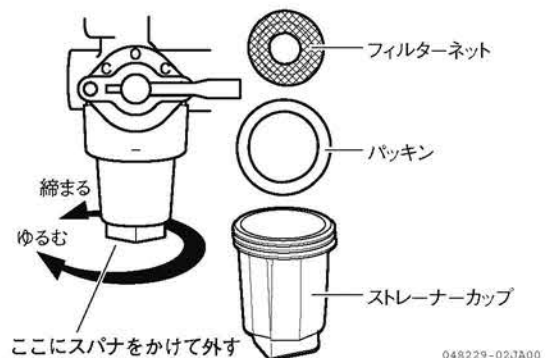

図 4-24 燃料フィルターエレメント
2. 燃料フィルター下部の四角部を工具 (10 mm) でゆるめます。(図 4-24)
4. フィルターネット、パッキン、ストレーナーカップの順に元通りに取り付けます。(図 4-24)